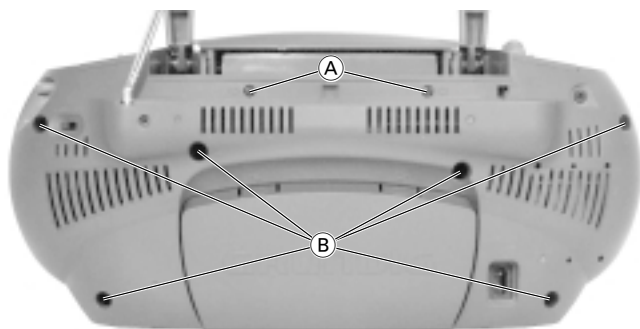

Fig. 1
- 2 Schrauben (A) und 6 Schrauben (B) (Fig. 1) herausschrauben und die Rückwand abnehmen.
- Undo 2 screws (A) and 6 screws (B) (Fig. 1) and remove the back cover.